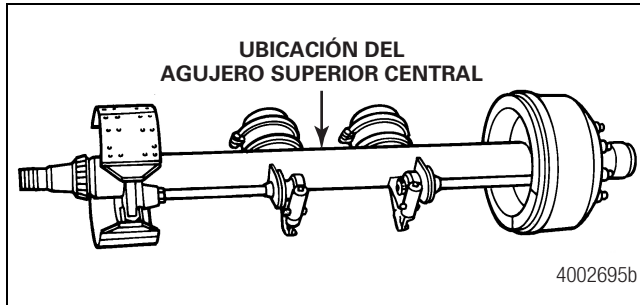

Figura 6.2
1. La mayoría de los ejes de semirremolque de Meritor se fabrican con un diámetro de 0.31 pulgada (7.874 mm) taladrado parcialmente a través del tubo de eje. Dicho agujero identifica la parte superior del eje. Figura 6.2.